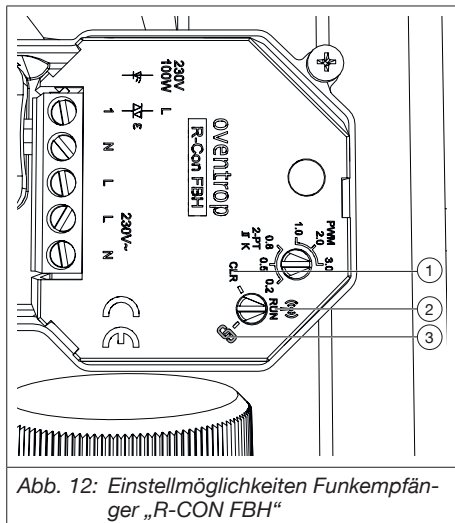

Abb. 12: Einstellmöglichkeiten Funkempfänger „R-CON FBH“
1. Stellen Sie den Drehknopf des Funkempfängers des „R-CON FBH“ auf „Verbinden (siehe Abb. 12 auf Seite 13 (3)). Die LED fängt an zu blinken.